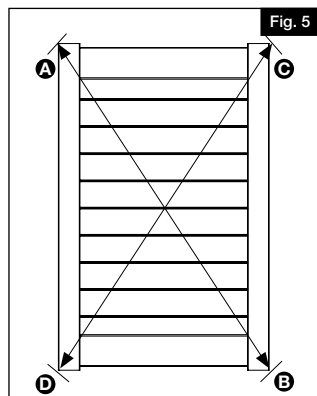

Fig. 5
Ensure gate is square. Measure diagonally from top of left corner rail (A) to bottom of right corner rail (B) and note the length. Then, measure diagonally from top of right corner rail (C) to bottom of left corner rail (D). Note the length. Make sure both measurements are the same before installing screws into uprights (Fig. 5).
S'assurer que la barrière est d'équerre. Mesurer en diagonale du haut de la traverse dans le coin gauche (A) au bas de la traverse dans le coin droit (B). Noter la longueur. Ensuite, mesurer en diagonale du haut de la traverse dans le coin droit (C) au bas de la traverse dans le coin gauche (D). Noter la longueur. S'assurer que les deux mesures sont identiques avant d'enfoncer les vis dans les montants (Fig. 5).